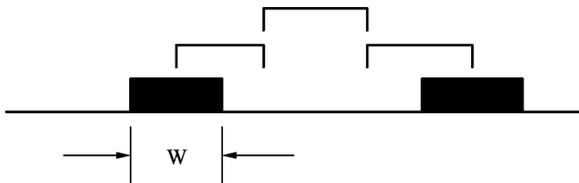

图 3-4 3W 原则
**3W 原则:** 为了减少线间串扰, 应保证线间距足够大, 如果线中心距不少于 3 倍线宽时, 则可保持 70% 的线间电场不互相干扰, 称为 3W 原则 (W 为线宽)。线宽如要达到 98% 的电场不互相干扰, 可使用 10W 原则, 如图 3-4 所示。